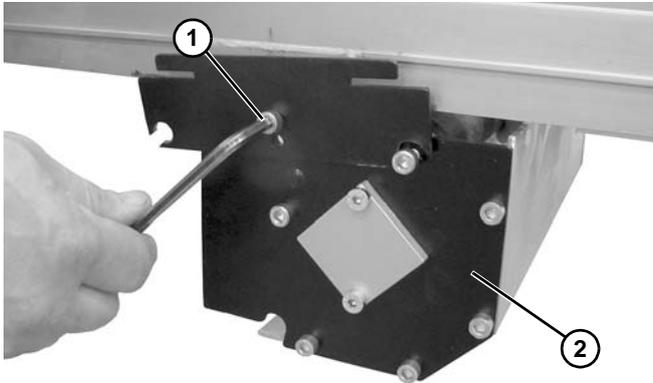

Figure 49
- Desserrer la vis (**Figure 49, élément 1**) des deux côtés du convoyeur pour retirer le module d'entraînement central (**Figure 49, élément 2**).